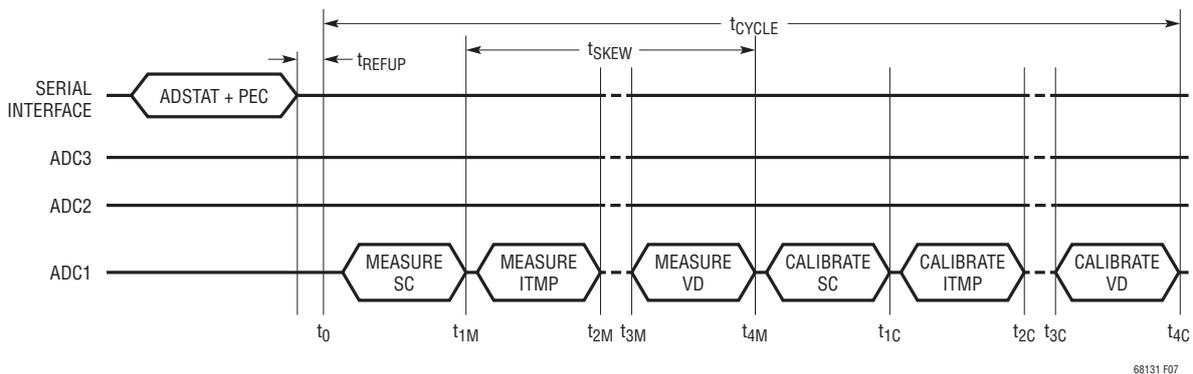

図 7. SC、ITMP、VA、VDを測定するADSTATコマンドのタイミング
源 (VD) です。これらのパラメータについて、以降のセクションで説明します。前述した8つのADCモードは、全てこれらの変換で使用できます。ADSTAT コマンドのフォーマットについては、「コマンド」のセクションを参照してください。図7は、4つの内部デバイス・パラメータ全てを測定するADSTATコマンドのタイミングを示しています。